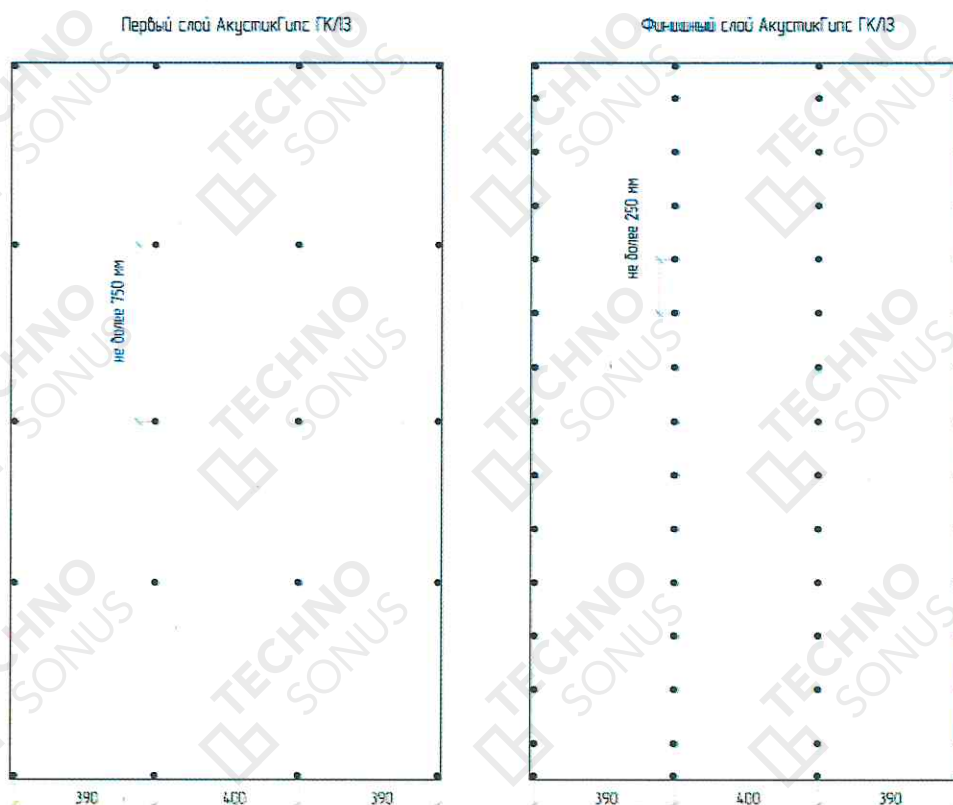

Рисунок 20 - Схема расположения саморезов при двухслойной облицовке ГКЛЗ
6.16. Установить и закрепить финишный слой листов АкустикГипс ГКЛЗ. Вертикальная стыковка листов АкустикГипс ГКЛЗ возможна только по утоненной кромке. Не допускается стыковка утоненной кромки и отрезного края. Важно соблюдать разбег между швами первого и второго слоя. Швы первого и второго слоя должны отстоять друг от друга минимум на 400 мм. Шаг саморезов не более 25 см по вертикали (рисунок 20). Первый лист не должен начинаться с утоненной кромки и не должен заканчиваться ей же. Швы между листами не заполняются виброакустическим герметиком Сонетик. Для фиксации финишного (второго) слоя АкустикГипс ГКЛЗ применяются саморезы ТС-XTN F 3,9x41. Шляпка самореза не должна быть утоплена в слой гипса более чем на 1 мм. Саморезы должны отстоять от края торцевой кромки листов на расстоянии не менее 15 мм и продольной (горизонтальной, утоненной) кромки – не менее 10 мм.